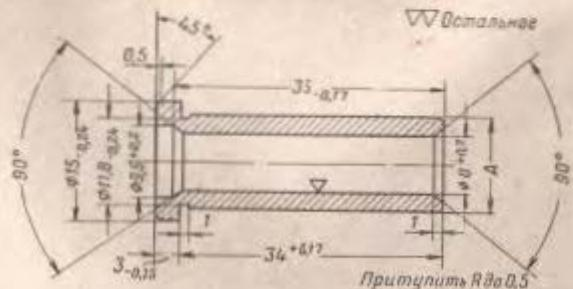
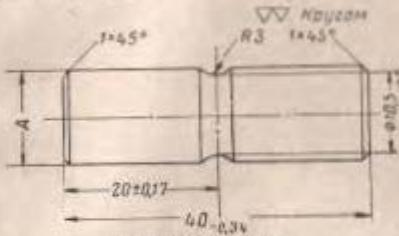

Рис. 1. Ось ствольной коробки
Рис. 2. Упрощенная ось ствольной коробки
(II) Изготовить ось с повышенными размерами по рис. 1 (для автоматов старой конструкции) или рис. 2).
(II) Изготовить ось ствольной коробки с повышенными размерами (см. рис. 1; для автомата старой конструкции изготовить упрощенную ось по рис. 2). Развернуть отверстия под ось в ствольной коробке, при вставленном в ствольную коробку стволе, на диаметр $12,4_{-0,03}$ мм или $12,6_{-0,03}^{+0,05}$ мм и в затворной коробке на диаметр $12,4_{-0,06}^{+0,10}$ мм или $12,6_{-0,06}^{+0,10}$ мм и поставить повышенную ось с размером А соответственно диаметром $12,4_{-0,05}$ мм или $12,6_{-0,05}^{+0,10}$ мм.
(II) Наглазить слой металла на отломанный или скрошенный выступ и правый уступ ствольной коробки электродуговой сваркой электродом Э34-3 и обработать (рис. 2).